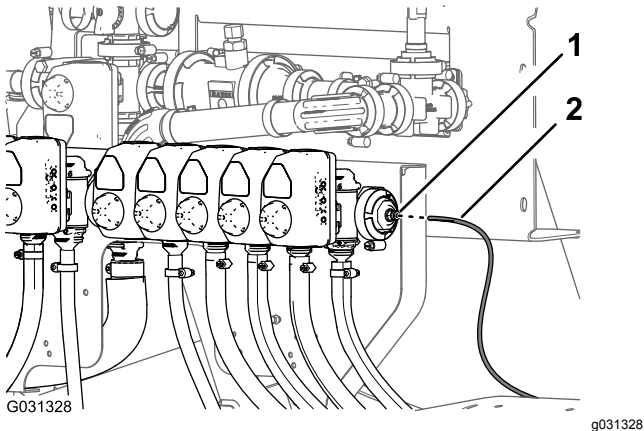

Рисунок 145
1. Подсоедините конец трубки датчика давления (пластиковой) для манометра на приборной панели к запорному кольцу соединительной муфты трубки (Рисунок 145).
2. Вставьте трубку датчика давления в запорное кольцо до полной посадки трубки (Рисунок 145).